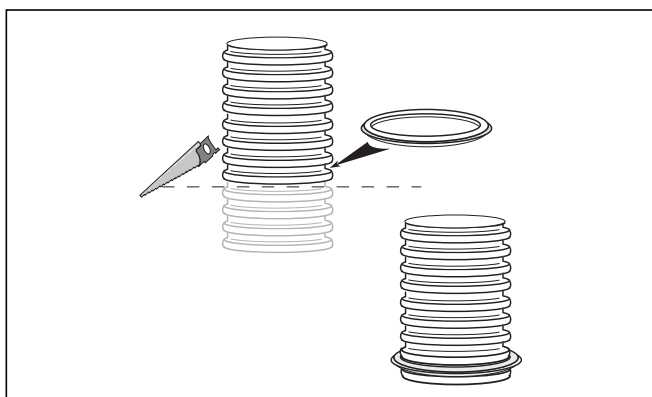

Рис. 5.39 Укорачивание гибкого дымохода и монтаж уплотнения
Укорачивайте гибкий дымоход (см. рис. 5.39) только в том случае, если закрепили его на устье шахты.
- Затем монтируйте уплотнение в самом нижнем неповрежденном желобке системы отвода продуктов сгорания (см. рис. 5.39).